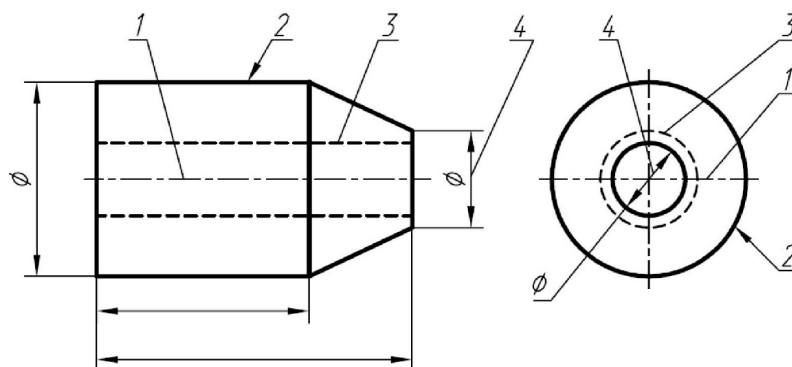

Рис. 33. Чертеж детали
- 10) Вы видите на чертеже (рис. 33) стандартные линии. Напишите в тетради, какие это линии, какая их толщина, какие карандаши надо использовать для их вычерчивания.